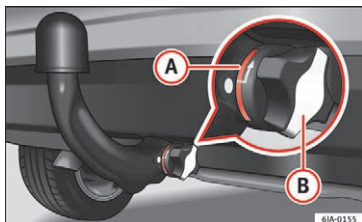

Fig. 198 Korrekt fastgørelse af kuglehovedstang
- Den røde markering **A** » Fig. 198 på håndhjulet skal være rettet mod den hvide markering på kuglehovedstangen.